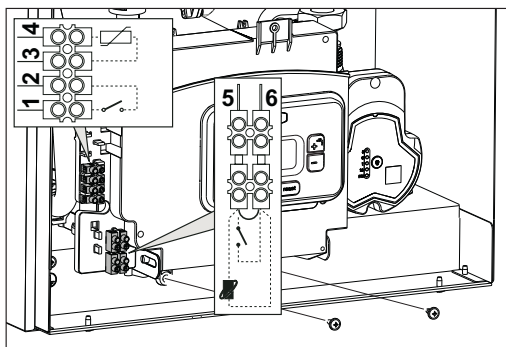
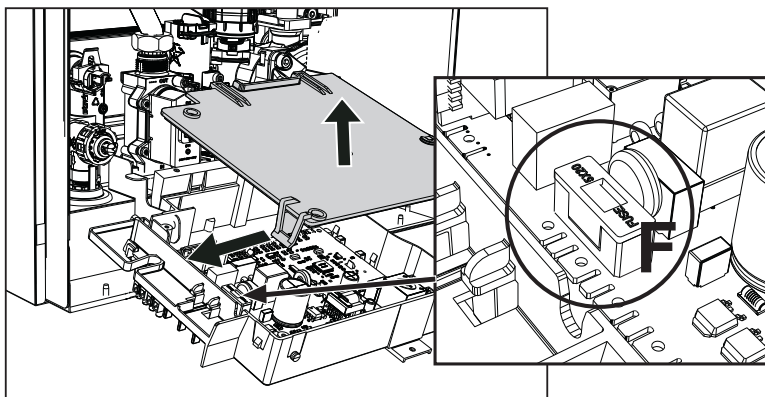

fig. 19
fig. 20
După ce ați scos panoul frontal (***) 'Deschiderea panoului frontal' on page 127 ***) veți putea avea acces la panourile de borne (M) și la siguranța fuzibilă (F) urmând indicațiile descrise în continuare (fig. 19 și fig. 20). **Bornele indicate în fig. 19 trebuie să aibă contactele curate (nu 230 V).** Dispunerea bornelor pentru diferitele conexiuni este indicată și în diagrama electrică din fig. 41.
Configurarea întrerupătorului ON/OFF (A fig. 20)